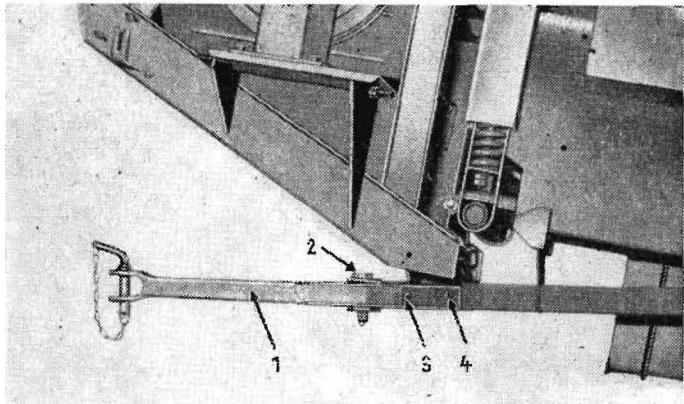

Bild 1
Der Anhängerzug läßt sich leichter montieren, wenn der Ballenwerfer noch nicht angebaut ist. Bei Anbau des Anhängerzuges mit Zugmaul ist nach Bild 1 wie folgt zu verfahren:
Bei der Ausführung des Anhängerzuges als Zugmaul ist die Verbindung zwischen Deichsel (1) und dem Rahmen des Ballenwerfers mit 2 Streben (5) herzustellen. Die Schraubverbindungen sind fest anzuziehen und die Schraube (6) mit Doppelmutter zu versehen (siehe Bild 1).